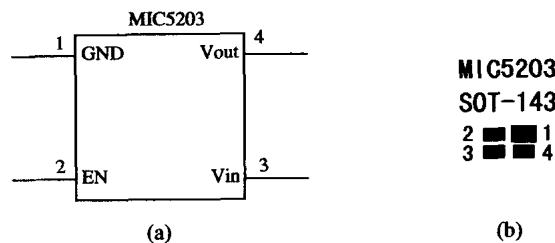

图 1-5 MIC5203 的管脚引线与封装外形图
- (1) 双列四脚表面贴装外形。图 1-5 所示为 SOT-143 型封装。